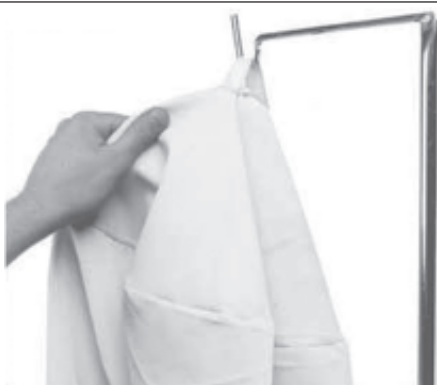

Fig. 7
5. Passer le collier de fermeture dans l'ourlet du sac supérieur à poussière doté d'un dispositif qui permet de le fixer au crochet. Suspendre le sac au crochet. Placer l'extrémité ouverte du sac filtrant sur l'ourlet du tambour. Une fois le filtre placé, ajuster le collier de fermeture de sorte que le tendeur soit positionné dans les dents du système de fermeture. Appuyer sur la poignée du tendeur afin de bloquer le sac en position. S'assurer que le collier de fermeture se situe dans la gorge du collecteur avant de bloquer le tendeur. Positionner le sac inférieur de la même façon que pour le sac supérieur, mais du côté inférieur du collecteur sans le suspendre (**Fig. 7**).